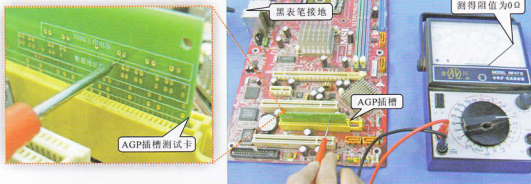

图2-6 检测AGP插槽各数据地址线的对地阻值
② 将万用表量程调整为“R×100”挡，黑表笔接地（如：主板USB接口金属部位），红表笔分别接阻值测试卡的“数据地址线”检测点，如图2-6所示。